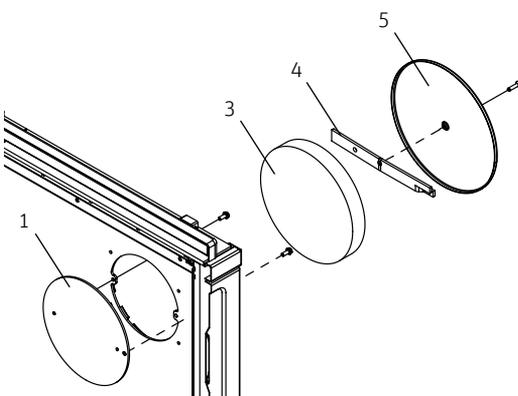

Fig. 25 Montare la flangia cieca dietro, VestoWIN Premium 200/202
- Avvitare il coperchio interno [1] con il cordoncino di guarnizione dietro, inserire l'isolamento grande allegato [3]. Aggan- ciare il listello di fissaggio [4] e avvitare la flangia cieca [5], Fig. 25.